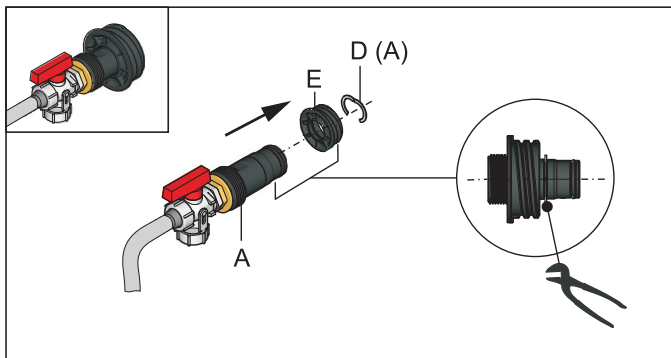

Bild 5-3 KFE-Befüllanschluss komplettieren
- 3 KFE-Befüllanschluss in Gewindestück (Bild 5-3, Pos. E) einstecken und mit Klemmstück (Bild 5-3, Pos. D) sichern.